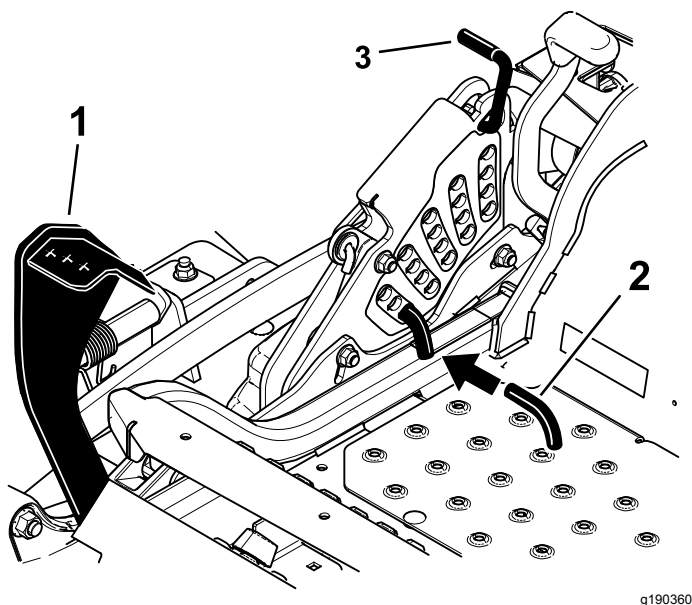

Figura 92
5. Empuje el pedal de elevación de la carcasa hacia delante del todo; la carcasa se enganchará en la POSICIÓN DE TRANSPORTE de 14 cm (5½") (Figura 92).